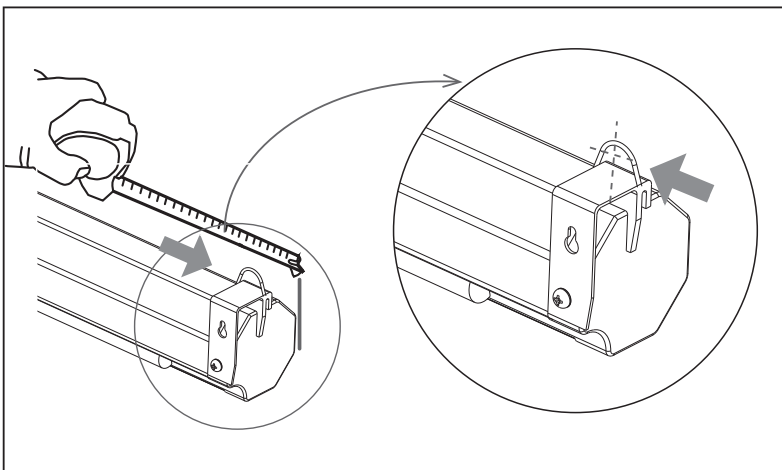

Рис. 4
- крепление на потолок: замерьте расстояние между петлями на корпусе, как показано на рис. 4. Прикрутите на этом расстоянии крючки к потолку и повесьте экран, как показано на рис. 5.